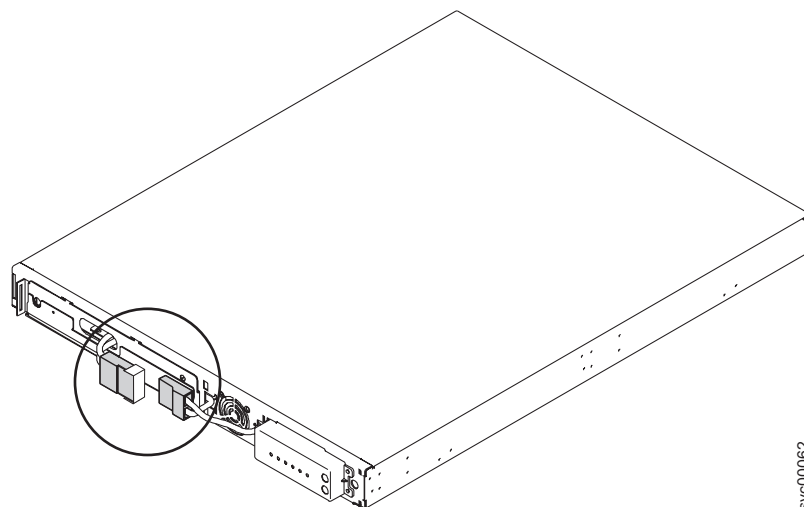

図 119. 保護テープ付きの 2145 UPS-1U 内部バッテリー・コネクタ
7. 2 つのコネクタを引き離して、露出したバッテリー・コネクタを粘着テープでカバーします。331 ページの図 119 を参照してください。